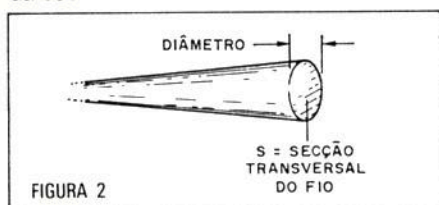

FIGURA 2
3) Seção em milímetros quadrados - esta indicação é muito importante para projetos por diversos motivos: podemos, por exemplo, dizer que a seção do fio, mostrada na figura 2, determina a capacidade máxima de condução de corrente da bobina.